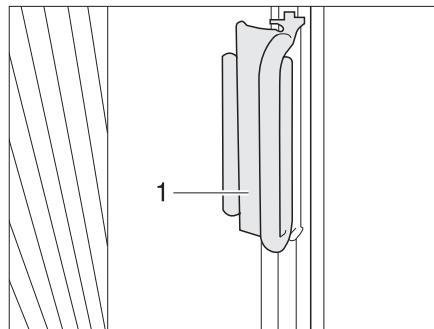

Bild 33 Verriegelung Faltverdunklung Fahrer-/Beifahrerfenster
- Die Faltverdunklungen für das Fahrerfenster und das Beifahrerfenster mit dem Griff (Bild 33,1) auf den Aufsatz schieben. Die Faltverdunklung ist gesichert.